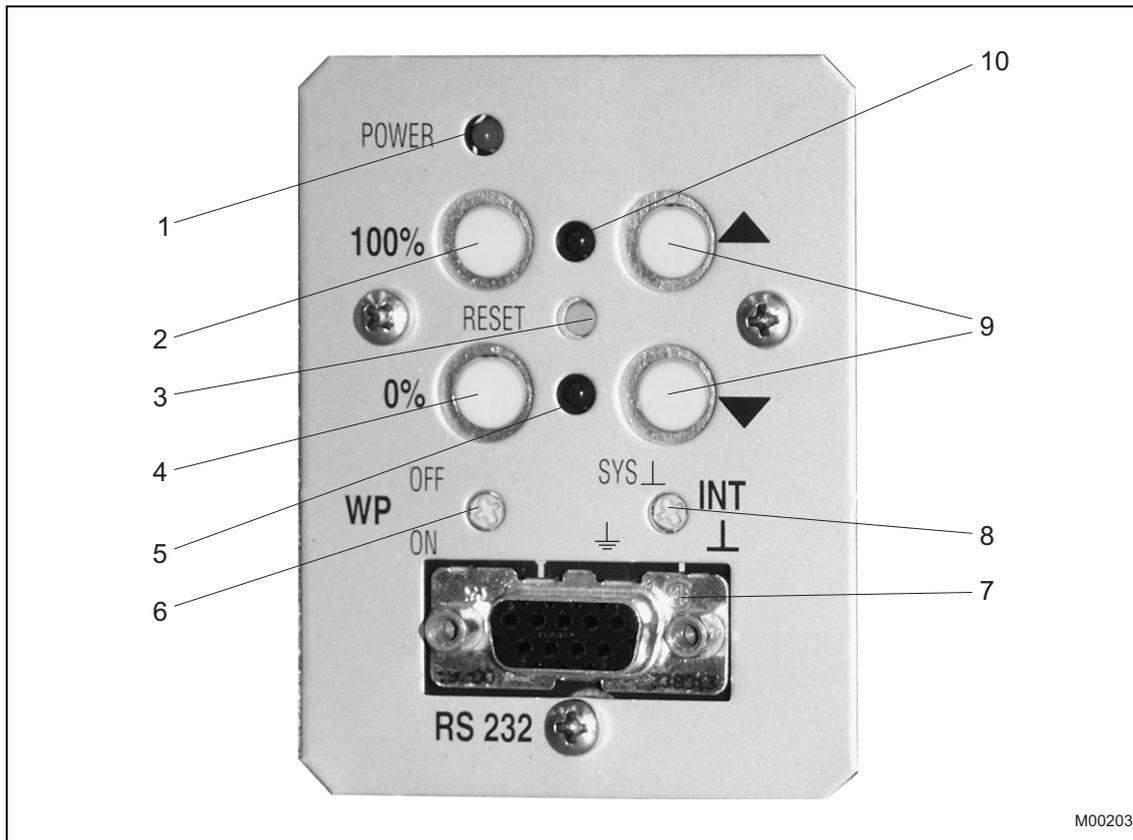

Fig. 1: Campo de colocação em operação e de serviço
Os LEDs (pos. 5 e pos. 10, Fig. 1) piscam de acordo com a função activada com diferentes frequências.
- Comutar o sistema electrónico para o estado de funcionamento “Ajustar”. Para tanto, premir ambas as teclas de locomoção (9) simultaneamente por aprox. 5 s, até os dois LEDs (posições 5 e 10 em Fig. 1) piscarem de forma sincronizada com 4 Hz.